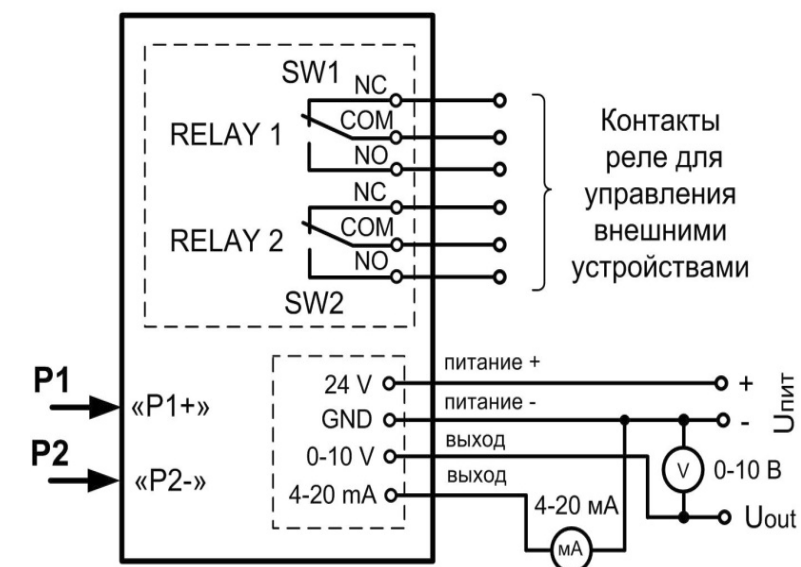

Рисунок 1 – Схема подключений, где P1, P2 – входное давление измеряемой среды (вход P1+ для более высокого, а P2– для более низкого)
4.2 Цепи прибора подключаются внутри корпуса через кабельные входы в соответствии с электрической схемой, рисунок 1.